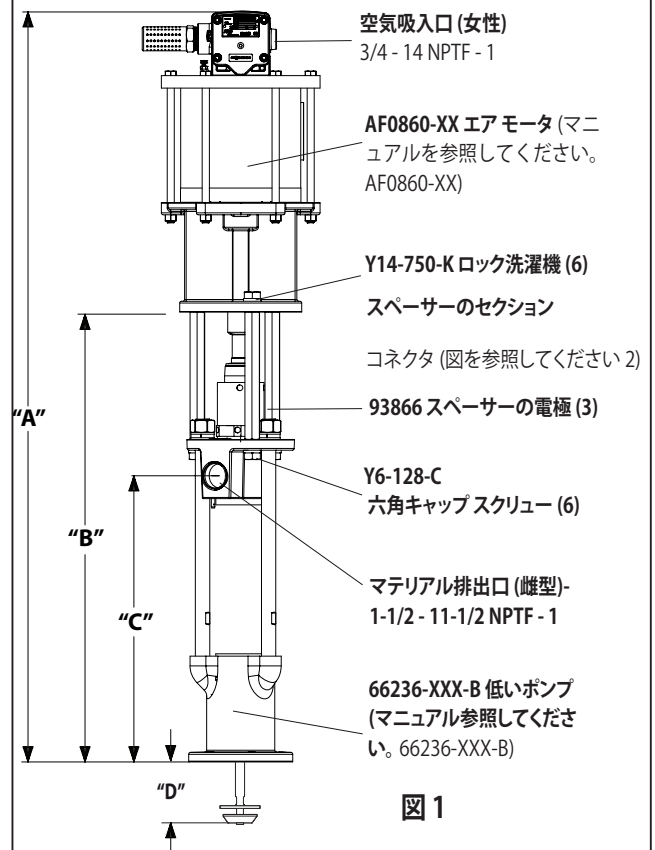

図 1
2. 从连 (93866) 接螺杆上扭下三个六角螺钉螺母 (Y6-128-C) 和垫片 (Y14-750-K) (见图1)。
2. 3 (Y6 128 C) のキャップのネジを取り外して、(Y14 750 K) ロック 洗濯機 (図 1 参照) 3 つの (93866) スパーサー棒から。